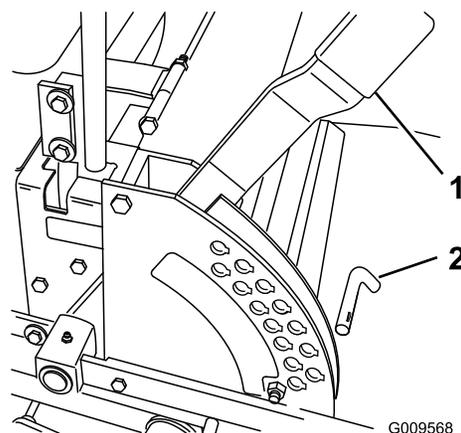

Figure 22
1. Relevez le levier de sélection de hauteur de coupe en position de transport (qui correspond aussi à la hauteur de coupe de 127 mm [5"]) (Figure 22).
2. Pour changer la hauteur de coupe, retirez l'axe du support de hauteur de coupe (Figure 22).
3. Placez la goupille dans le trou du support correspondant à la hauteur de coupe voulue (Figure 22).